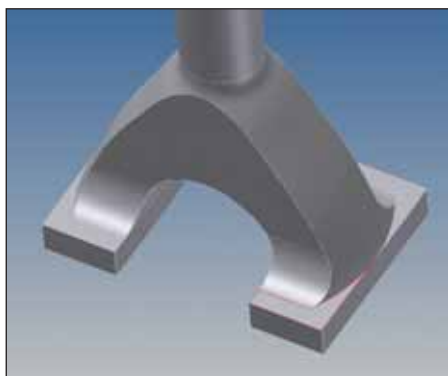

Рис. 33
44. Выбрать в качестве плоскости эскиза указанную на рис. 33 поверхность.